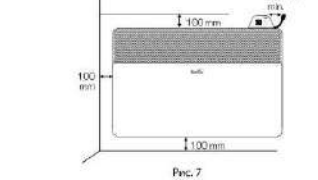

Рис. 7
- При настенной установке конвектора, необходимо вертикально установить держатель Bullet Sensor с помощью самореза и дюгеля на стене как указано на рис. 7.
- Используйте стойки и ролики, предварительно изучив схему крепления (рис. 7), установите прибор на полу.